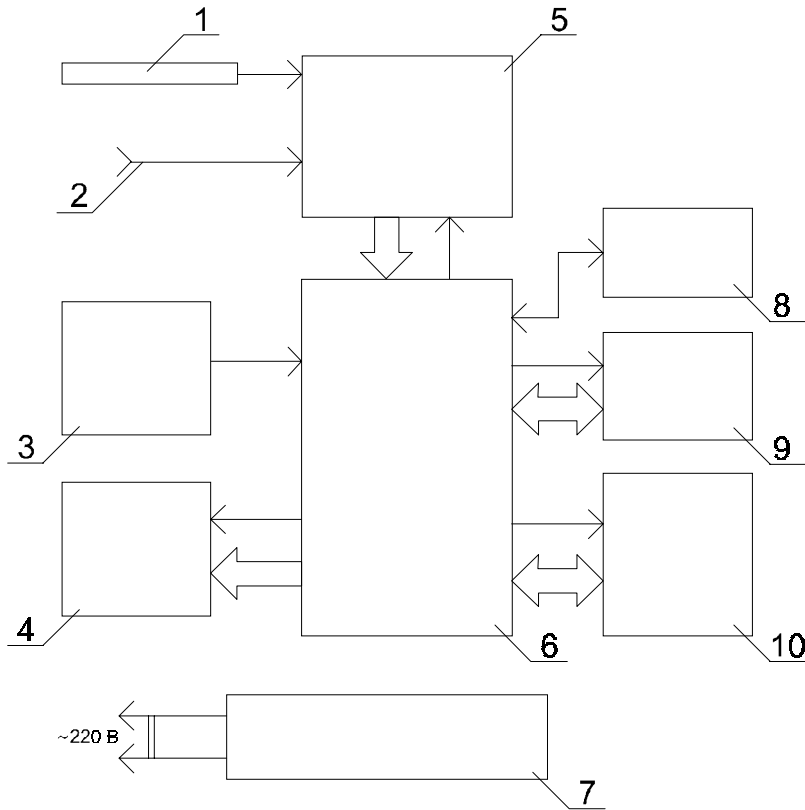

Рис.6. Прибор МУЛЬТИТЕСТ ИПЛ-201. Схема функциональная.
3.2.2. Функциональная схема прибора приведена на рис.6.